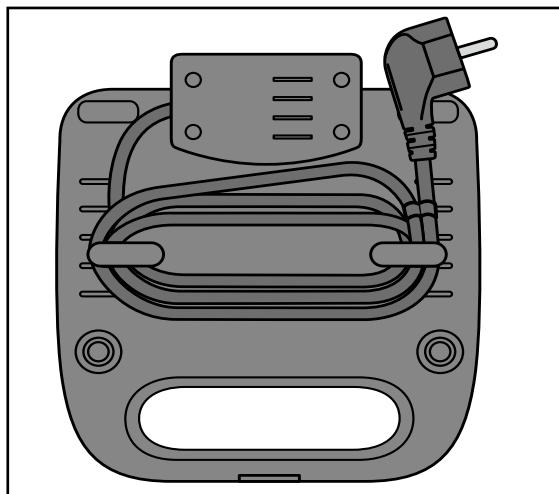

Fig. 1
- Enroulez le cordon d'alimentation autour des supports de câble de l'enroulement de câble **13** situés au dos de l'appareil. Fixez le câble avec le clip de fixation de câble (voir fig. 1) :